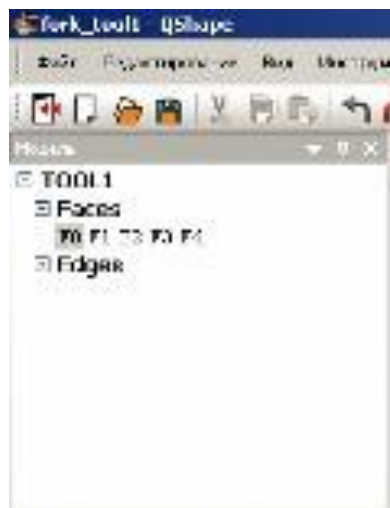

Рисунок 17 – Окно списка Bound
7) Раскройте список Faces и нажмите F0. В окне Объект появится следующий список Bound (граница) (рис. 17).